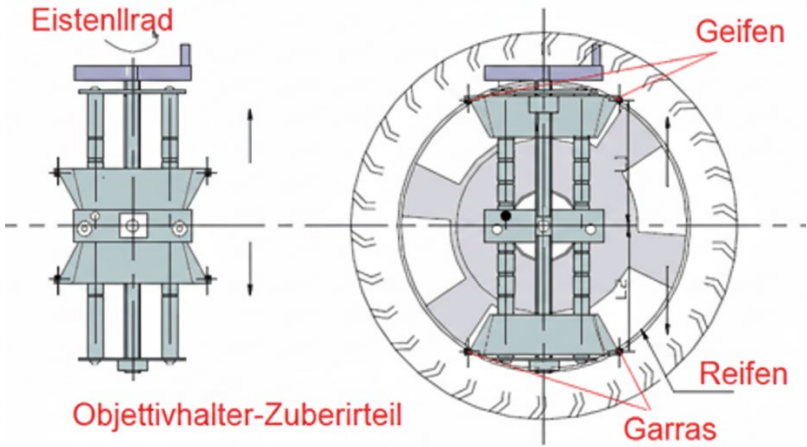

Abbildung 3.2-1 Installation der Target-Halterung
- 1) Drehen Sie das Einstellrad von Hand, um die Greifbacken am Felgenhorn anzusetzen. Die Installationsrichtung der Vorrichtung ist in Abbildung 3.2-1 dargestellt;